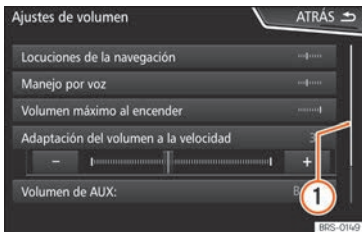

Fig. 176 Entradas de una lista de un menú de ajustes.
La barra de desplazamiento se muestra a la derecha y su tamaño depende de las entradas de la lista »» fig. 176 (1).